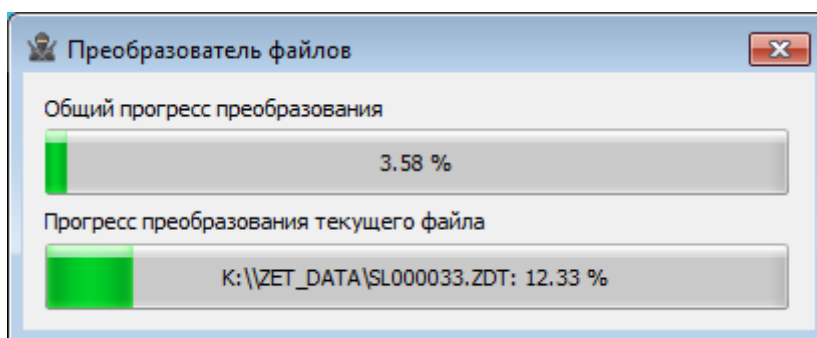

Рис. 3.16 Процесс конвертации записанных сигналов
4. Следует выбрать требуемый временной диапазон и активировать кнопку «Применить», после чего начнется сохранение и конвертация файлов в директории компьютера, назначенные для сохранения сигналов (Рис. 3.16).